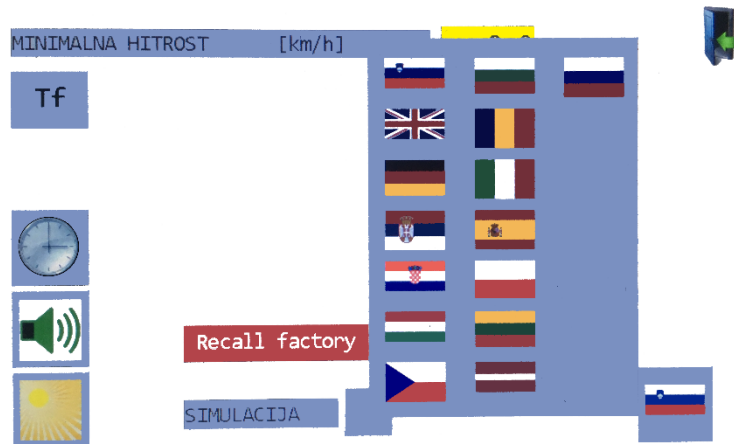

Bild 36
- Die Sprache durch Drücken des Felds zur Sprachenauswahl auswählen (Bild 36).